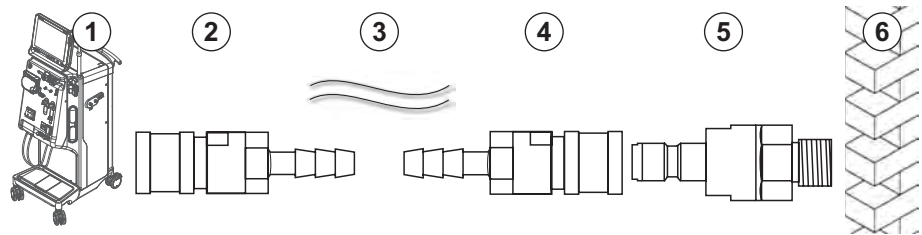

Bild 4-4 Tillval 1: Aquaboss kopplingar vatteninlopp
- Tillval 1: 2 slangkopplingar hona (Bild 4-4, ② , ④), den flexibla slangens innerdiameter 9 mm, material 1.4571 EPDM
- Tillval 1: 1 förslutningsnippel hane ⑤ , material 1.4571 EPDM
- Tillval 2 (vattenslinga tillgänglig): Sekundär vattenslinga med P-Y-dubbeladapter dead space-fri (Bild 4-4, ②)